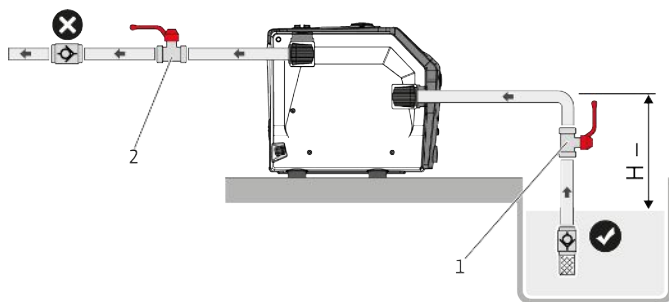
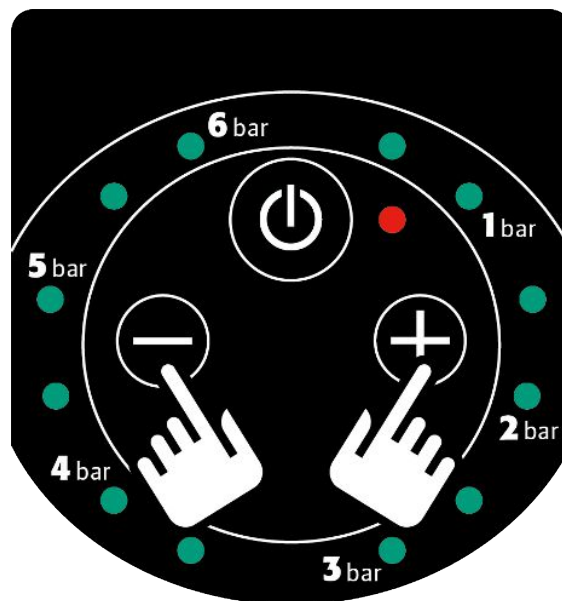

Fig. 8: Modul de aspirație
Fig. 11: Tastă de comandă + și -
1. Dacă produsul este instalat în modul de încărcare (Fig. 8), apăsați o dată butonul de funcționare Pornit/Oprit (Fig. 11).
2. Apăsați tasta de comandă „Pornit/Oprit” de pe panoul de control (Fig. 11).